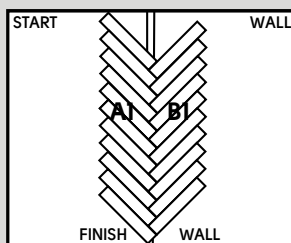

Fig. 6
7. Installeer de rest van de planken zonder te zagen en werk in tegenovergestelde richtingen. Controleer dat de geïnstalleerde planken met een rechte hoek op de lijnen liggen (Fig. 6).